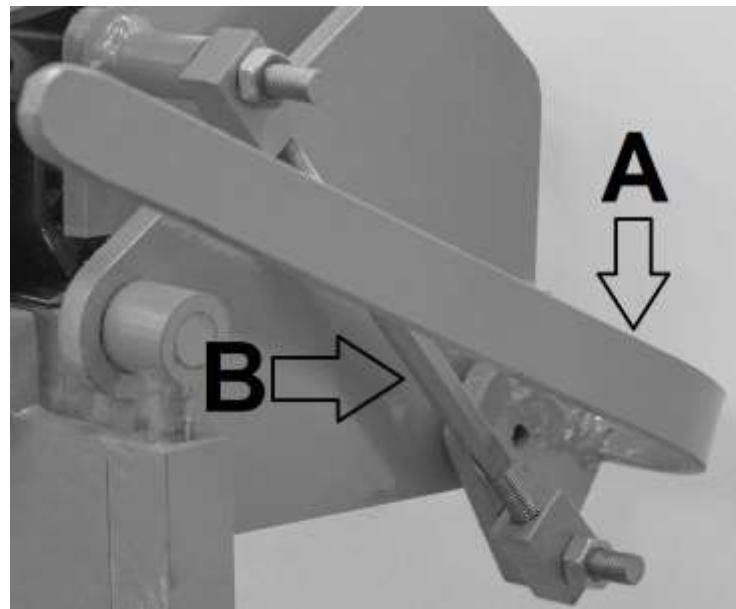

Рис. 1
Для регулировки прижима пробного листа верхней балкой следует, оставив рычаг прижима (A) в закрытом положении затянуть регулировочный винт (B) так, чтобы пробный лист оказался неподвижно прижат верхней балкой. (рис. 1)